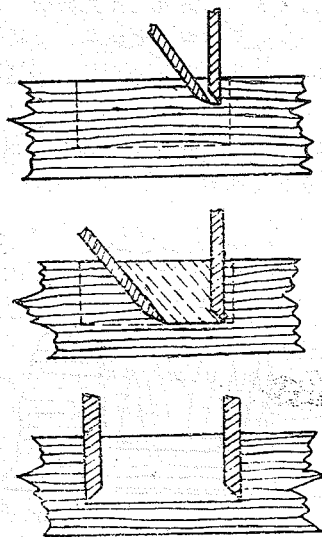

图12 凿孔示意
**棒孔的加工** 加工棒孔俗称凿眼、凿卯或打眼，打卯用的工具是斧和凿。操作时一手扶正凿子，一手持斧头敲击凿的顶部。应先从后往前凿（人的一侧为后）。第一凿在离棒眼一端约3毫米处下凿（为了预防将棒眼一端挤坏）。第一凿要轻，向前移动约5毫米打第二凿（稍重），顺将木屑挖出。第三凿仍然在第一凿的位置上用力打，向前移动5—10毫米（从第二凿的位置上向前移动）用力打第四凿；当凿到需要深度时，按图12的顺序凿下去。最后用凿的正面（直面）将棒孔两端垂直凿齐。如为透棒时翻过来如法凿通。